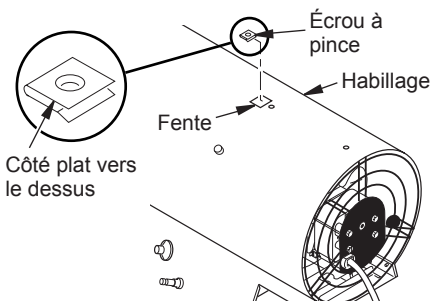

Figure 4 - Pose de l'écrou à pince
2. Insérez la pince-écrou (fournie avec la poignée) en plaçant le côté plat vers le dessus dans la fente sur le dessus de l'habillage. Alignez les trous de la pince-écrou avec le trou de la vis derrière l'ouverture sur le dessus de l'habillage. (voir figure 4).